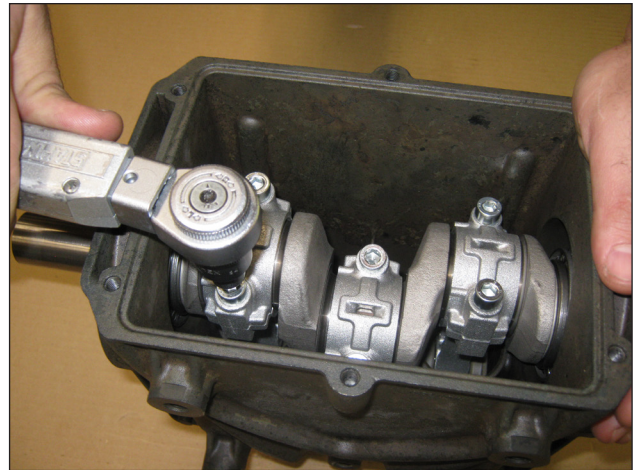

Fig. 10
- Fixe as capas nas respectivas hastes de biela com os parafusos M8x35 (Fig. 10), lubrificando tanto abaixo do cabeçote como a haste rosqueada, procedendo em duas fases diferentes: